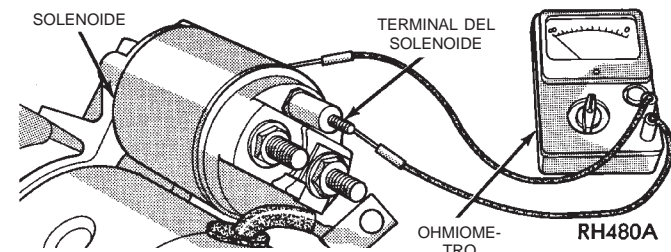

Fig. 8 Prueba de continuidad entre el terminal del solenoide y la caja del solenoide-característica
(4) Compruebe si existe continuidad entre el terminal del solenoide y la caja del solenoide (Fig. 8). Debe haber continuidad. De no ser así, reemplace el conjunto de motor de arranque defectuoso.